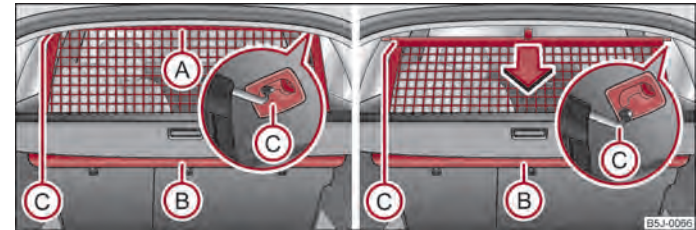

Fig. 53 Extragerea/rularea în sus a peretelui despărțitor din plasă
- Trageți peretele din plasă de chinga (A) din carcasă (B) în direcția suporturilor (C) ⇒ fig. 53.
- Introduceți bara transversală în punctul de prindere (C).
- Trageți bara în spate din suporturile din plafon, mai întâi pe o parte, apoi pe partea cealaltă, și scoateți-o din suporturi (C) ⇒ fig. 53.
- **Susțineți** bara transversală astfel încât peretele să se poată rula încet și fără să se deterioreze, în carcasă (B).